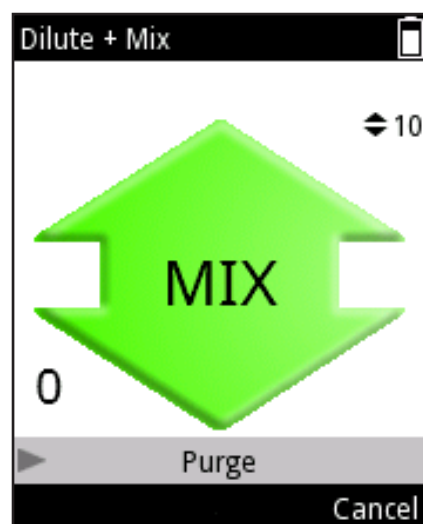

図 D32
- 混合カウンターがオンに設定されている場合、混合サイクルの量を示す数字がディスプレイの左下の角に表示されます(図 D32)。